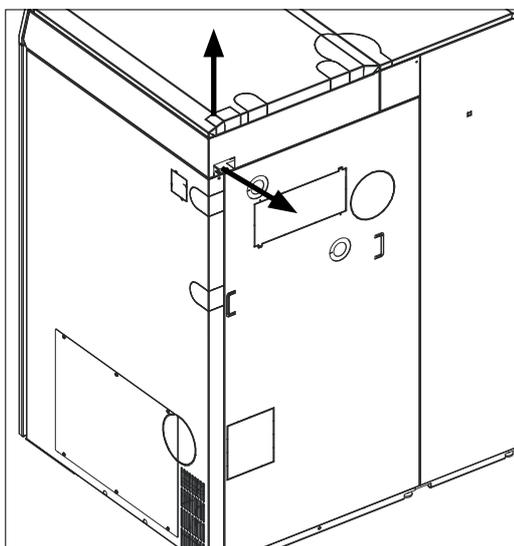

Fig. 141 Passaggi cavo nel rivestimento di caldaia a pellet – vista dal retro
- ▶ Il collegamento alle morsettiere (morsetti senza viti con molla a gabbia) deve avvenire per mezzo di cavi flessibili in PVC a fili sottili. I cavi possono essere posati dall'alto e da dietro attraverso i passaggi cavo prepunzonati (Fig. 141).